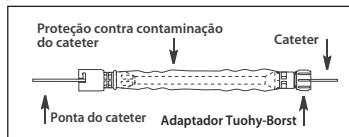

Figura 1
- a. Se estiver a utilizar uma proteção contra contaminação do cateter com um adaptador Tuohy-Borst, insira a ponta do cateter pretendido através do adaptador Tuohy-Borst da proteção contra contaminação do cateter. Faça o cateter avançar através da tubagem e do conector na outra extremidade (ver Figura 1).